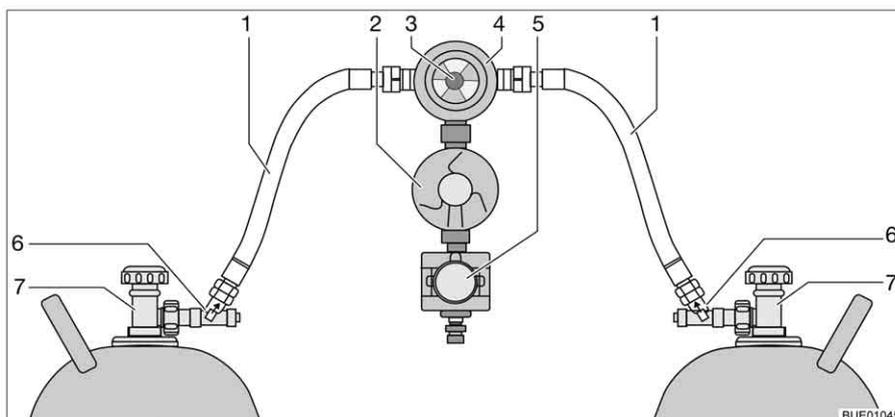

Fig. 127 Sistema de comutação Crash-Protection-Unit
A Crash-Protection-Unit é composta por dois limitadores de débito com dispositivo manual de destrava (Fig. 127,6), uma válvula de comutação (Fig. 127,4) com regulador de pressão (Fig. 127,2), uma válvula elétrica (Fig. 127,5) e uma unidade de comando com LED com três cores. A válvula de comutação está montada entre ambos os tubos do gás (Fig. 127,1).
Com o botão giratório (Fig. 127,3) na válvula de comutação pode determinar-se qual das garrafas de gás é usada como garrafa de serviço e qual é usada como garrafa de reserva.
Na unidade de comando (Fig. 128) só podem ser ligadas as funções elétricas. As válvulas principais de interrupção das garrafas de gás (Fig. 127,7) e os dispositivos de destrava (Fig. 127,6) têm de ser abertos manualmente.
- Abra as válvulas principais de interrupção nas garrafas de gás (Fig. 127,7).
- Prima os dispositivos de destrava (Fig. 127,6) um após outro durante 10 segundos.
- Com o botão giratório (Fig. 127,3) na válvula de comutação (Fig. 127,4) escolha a garrafa de gás de onde deve ser gasto prioritariamente o gás (garrafa de serviço). Rode o botão giratório até ao encosto.
- Feche as válvulas principais de interrupção nas garrafas de gás (Fig. 127,7).